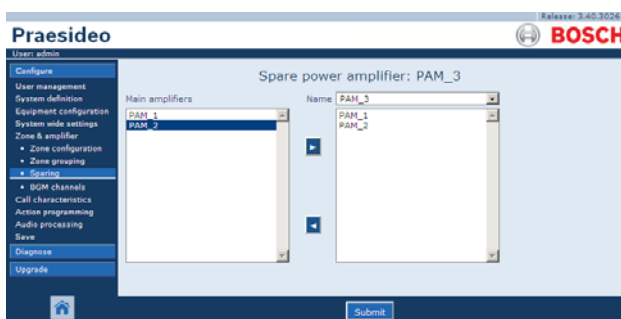

рисунок 46.13: Резервирование, шаг 3
- 3 Выберите в левом поле основной усилитель, который должен быть назначен резервному (см. рисунок 46.13).